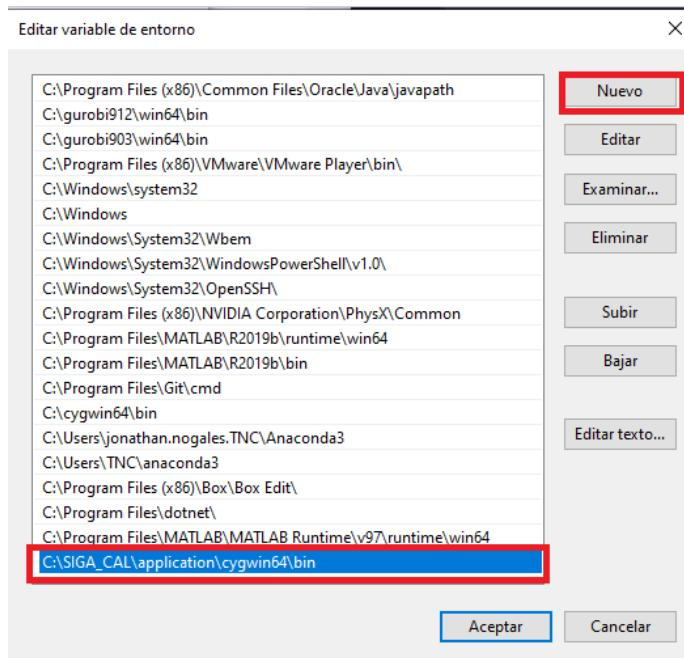

Figura 2-13 Ventana de edición de variables de entorno
13. En la ventana **Editar variable de entorno** (ver Figura 2-13), añada manualmente la ruta “**C:\SIGA_CAL\application\cygwin64\bin**” haciendo clic en el botón **Nuevo** e ingresando la ruta. Luego haga clic en **Aceptar** hasta que se cierren todos los menús.